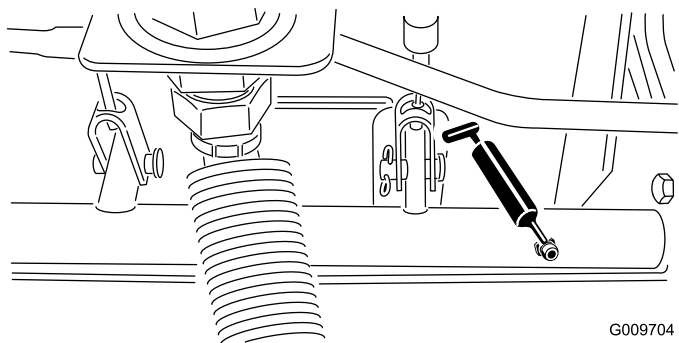

Figura 112
- Rulmeni de pivotare ai axului frânei (5), consultați Figura 112